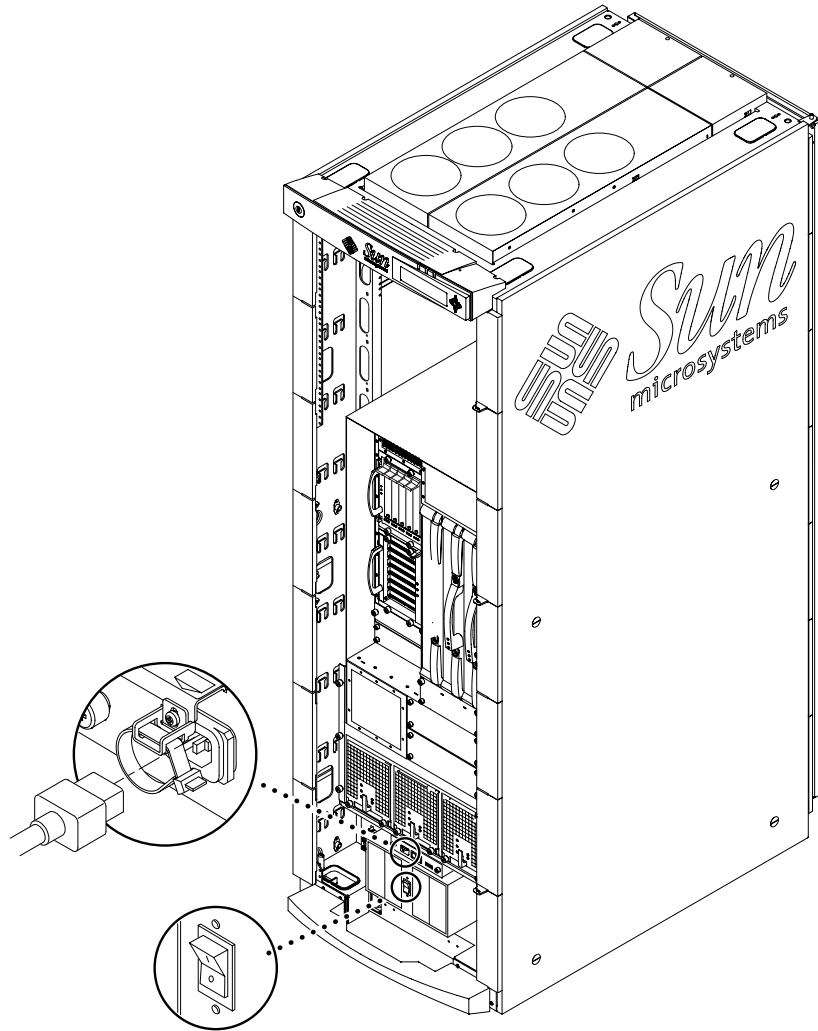

FIGURE 1-5 Emplacements des interrupteurs d'alimentation sur le système Sun Fire 4810 monté
1. Assurez-vous que les interrupteurs d'alimentation de l'armoire Sun Fire sont sur la position hors tension (FIGURE 1-5).
2. Assurez-vous que les interrupteurs d'alimentation du système Sun Fire 4810 sont sur la position hors tension (FIGURE 1-5).